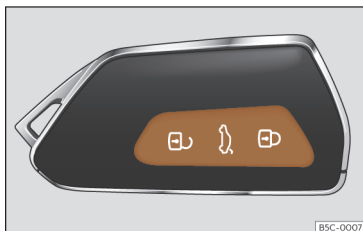

Fig. 70 Llave por control remoto: teclas.
- Bloquear: pulse el botón  >>> **fig. 70**.